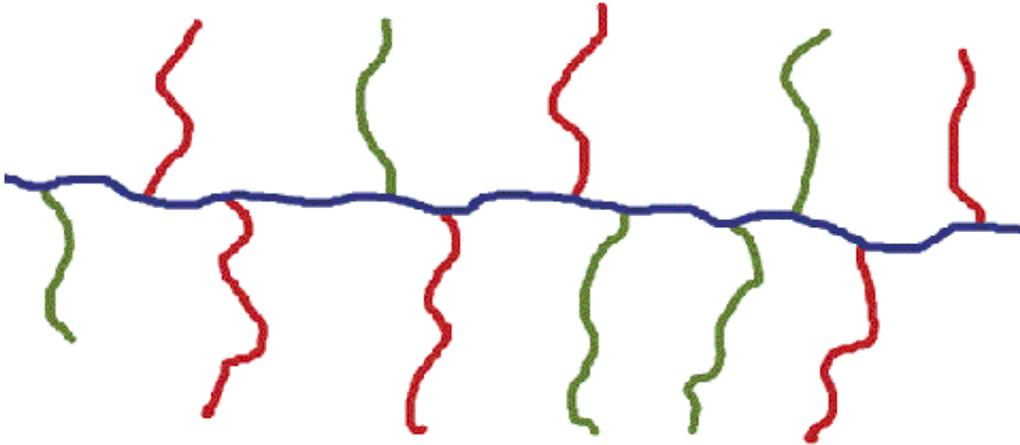

Figure 13 : Molécule de copolymère en peigne à trois composants.
- si les monomères sont disposés en blocs, chaque bloc étant composé d'un seul type de monomères (**copolymère à blocs**), le copolymère présente les qualités de ses deux composants: l'éthylène apporte au polypropylène une meilleure tenue au froid. En général, le nombre de blocs est limité à deux ou trois. Les blocs sont associés en ligne, en étoile ou en peigne (figure 13)